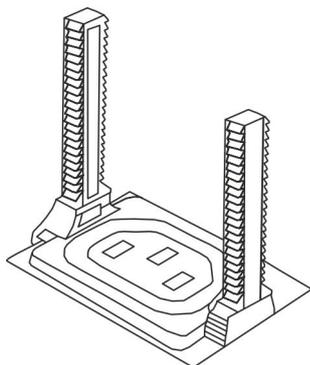

Fig. 16: Colocar los soportes
1. ➤ Monte los soportes introduciendo el gancho en los orificios situados a izquierda y derecha (Fig. 16).